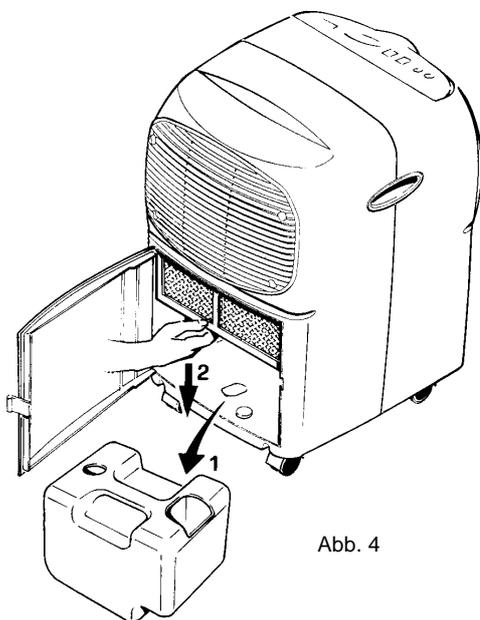

Abb. 4
- Zum Entnehmen des Luftfilters, die Klappe öffnen, den Tank herausnehmen und den Filter nach unten herausziehen (Abb.4).